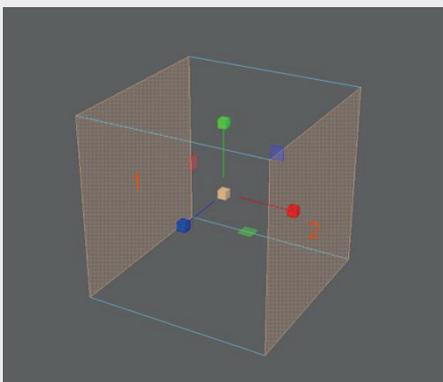

图3-45
**步骤1：**执行“创建”|“多边形基本体”|“立方体”命令，在场景中创建立方体。进入“建模工具包”，将选择工具切换到“面选择”模式, 任意选择一个面，按住Shift键再选中另一个对应的面，如图3-45所示。